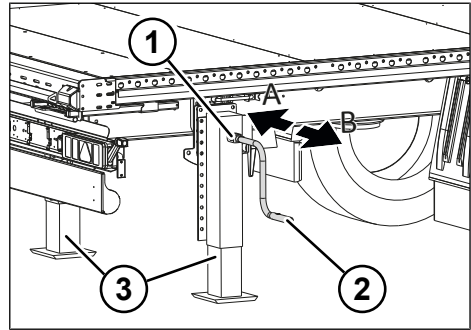

Abb. 5-6: Lastgang und Schnellgang der Heckstütze
- ▶ Schnellgang durch Herausziehen der Handkurbel einschalten (siehe "Abb. 5-6: Lastgang und Schnellgang der Heckstütze", S. 26).
- ▶ Lastgang durch Hineindrücken der Handkurbel einschalten (siehe "Abb. 5-6: Lastgang und Schnellgang der Heckstütze", S. 26).
- ▶ Lastgang durch Hineindrücken der Handkurbel einstellen (siehe "Abb. 5-6: Lastgang und Schnellgang der Heckstütze", S. 26).
- ▶ Schnellgang durch Herausziehen der Handkurbel einstellen (siehe "Abb. 5-6: Lastgang und Schnellgang der Heckstütze", S. 26).